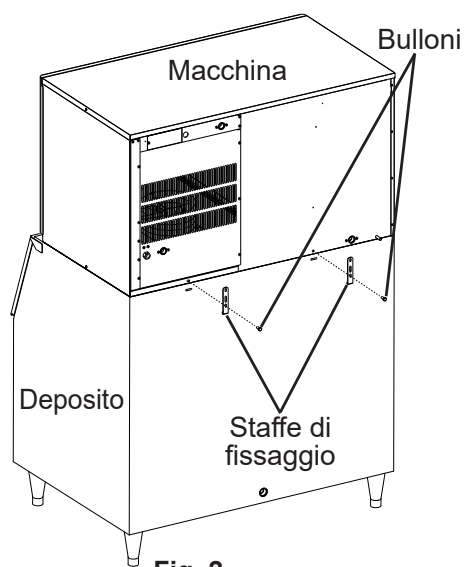

Fig. 2
- 4) Fissare la macchina al deposito di raccolta utilizzando le 2 staffe di fissaggio e i due bulloni in dotazione. Vedere Fig. 2.